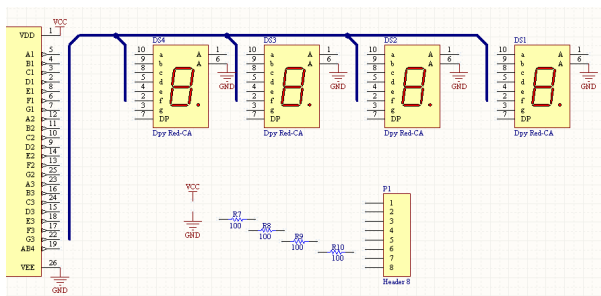

图 2.154 绘制的总线
(28) 单击快捷工具栏中的添加总线工具按钮 , 在原理图中绘制如图 2.154 所示的总线。